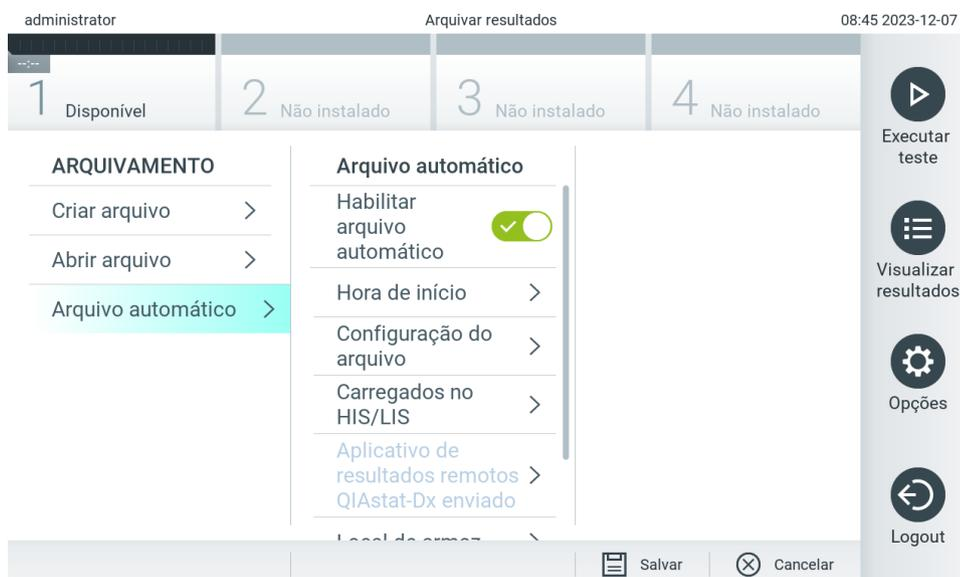

Figura 84. Opções do arquivo automático.
2. Pressione **Automatic Archive** (Arquivo automático) e habilite o recurso (Figura 84).